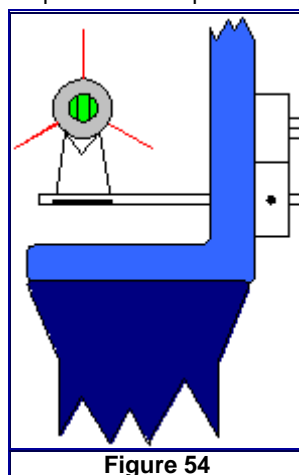

Figure 54
- L'utilisation des repose-flèche du type « Pace-setter » oblige un ajustement de l'empennage ou à une **rotation de l'encoche** de manière à positionner la plume coq dans le plan de la corde. (Figure 54)